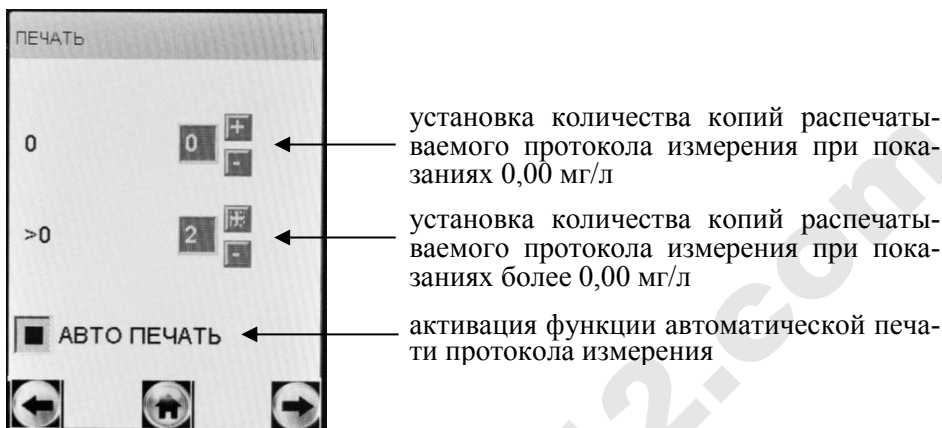

Рисунок 10 – Настройки печати
Имеется возможность устанавливать различное количество копий распечатываемого протокола измерений для двух случаев: при показаниях 0,00 мг/л, и при показаниях более 0,00 мг/л (рисунок 10).
2.5.7.3 Перейдите в меню «**Установки пользователя**» (согласно 2.5.4 настоящего РЭ), далее нажмите на кнопку «**ПЕЧАТЬ**» (рисунок 8). На экране появится окно «**ПЕЧАТЬ**» (рисунок 10).